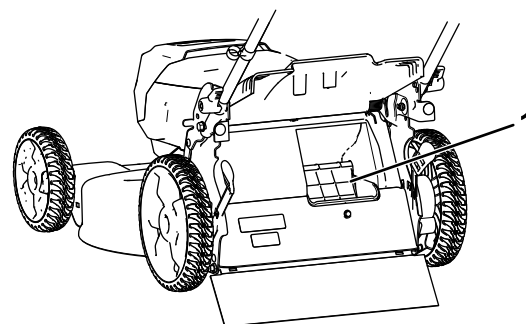

Figura 14
**Importante:** Per un corretto funzionamento del sistema, eliminate tutto lo sfalcio e i detriti dallo sportello del sistema Bag-on-demand e dalla relativa apertura (Figura 14) prima di spostare la leva Bag-on-demand da una posizione all'altra.